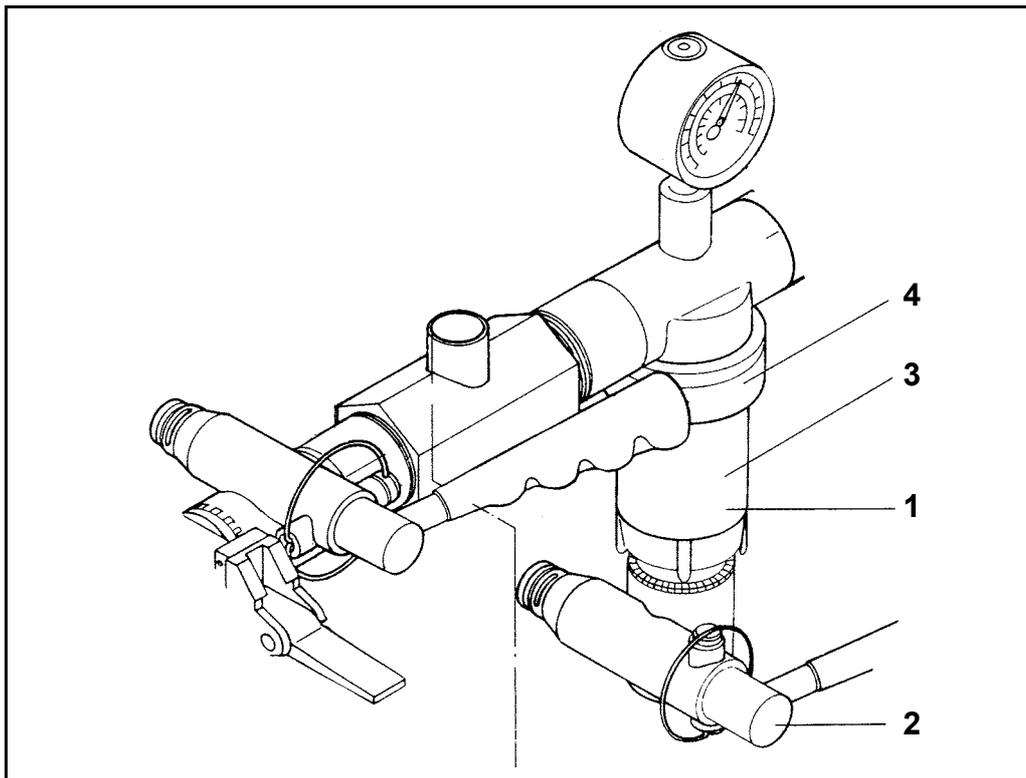
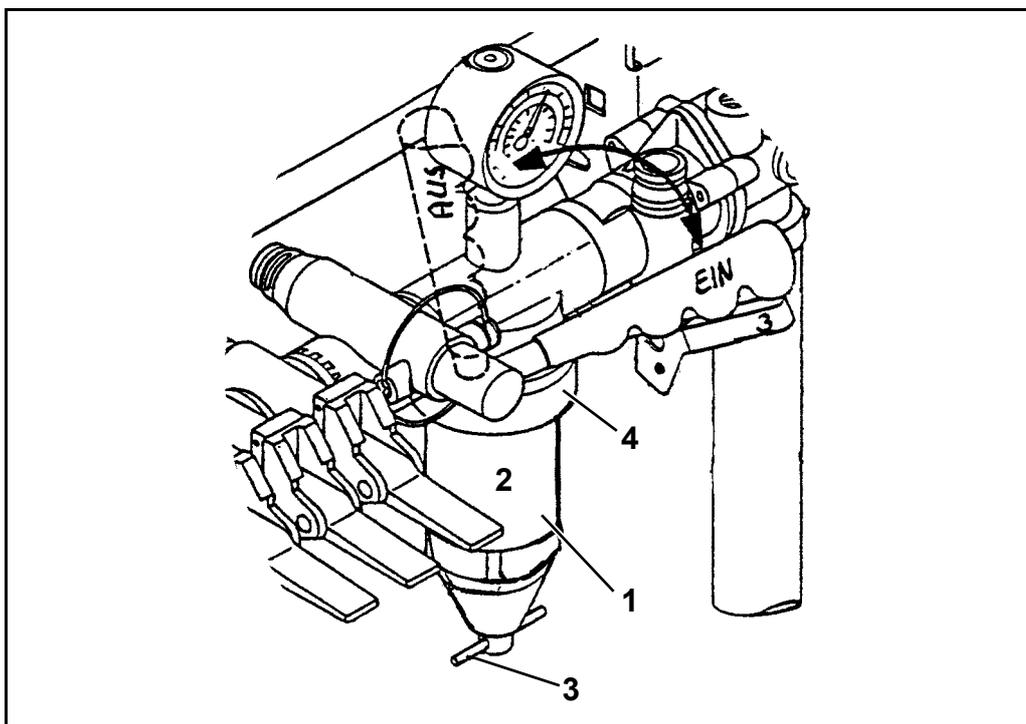

Fig. 22
Fig. 23
Le filtre de pression (Fig. 22/ 1 ou Fig. 23/ 1) a pour objet de filtrer le liquide de traitement qui est refoulé vers les buses. Il est doté d'un maillage au pouce carré qui est plus fin que celui de la cartouche de la vanne-filtre d'aspiration. Cette disposition a pour effet de retenir les particules un peu grosses qui se trouvent encore dans la bouillie, ce afin de protéger les buses.
- Vidangez le liquide de la cartouche filtre (Fig. 23/ 2) à l'aide de la vis de vidange (Fig. 23/ 3) (uniquement bloc de commande "BS").
- Enlevez la conduite du robinet étagé menant à l'agitateur (Fig. 22/ 2) (uniquement bloc de commande "B" et "D").
- Dévissez la cartouche filtre (Fig. 22/ 3 ou Fig. 23/ 2) de la tête de filtre (Fig. 22/ 4 ou Fig. 23/ 4).